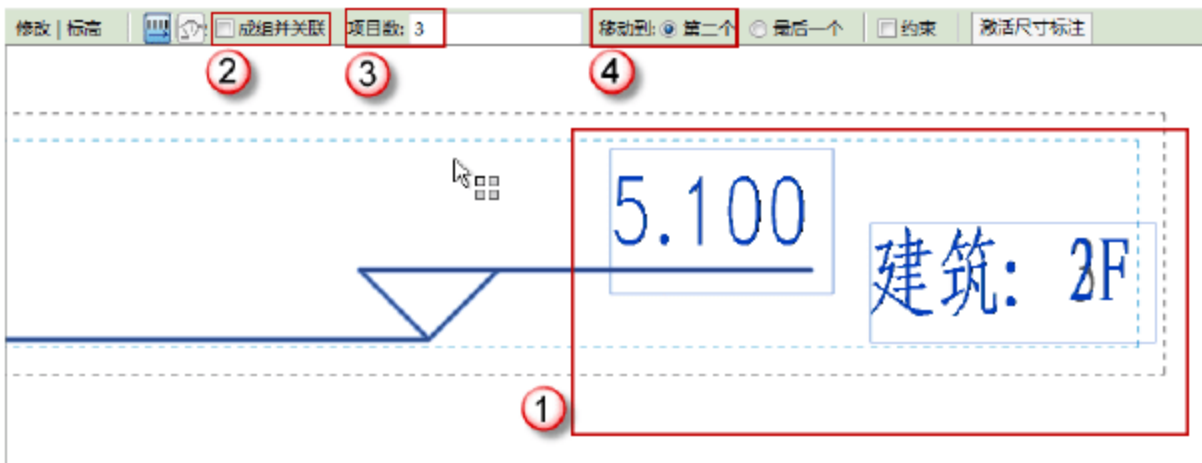
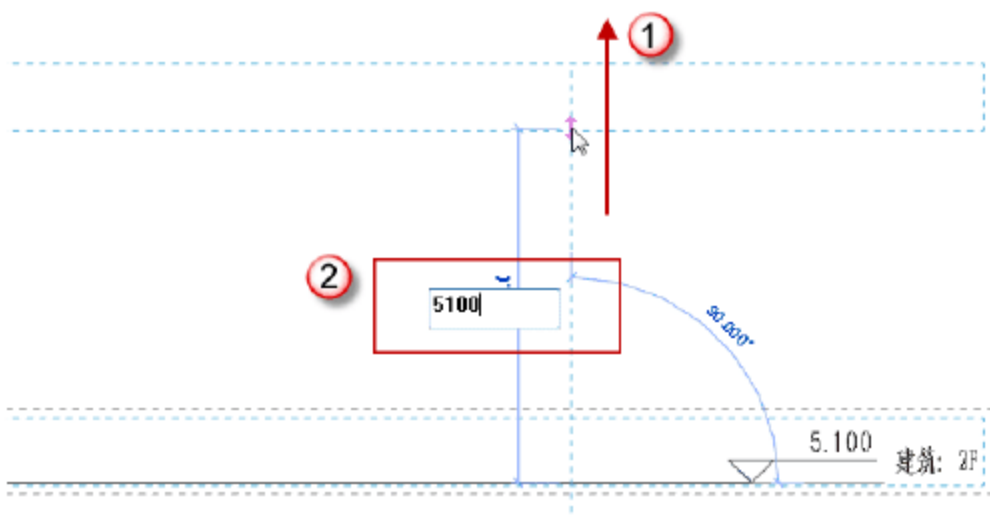
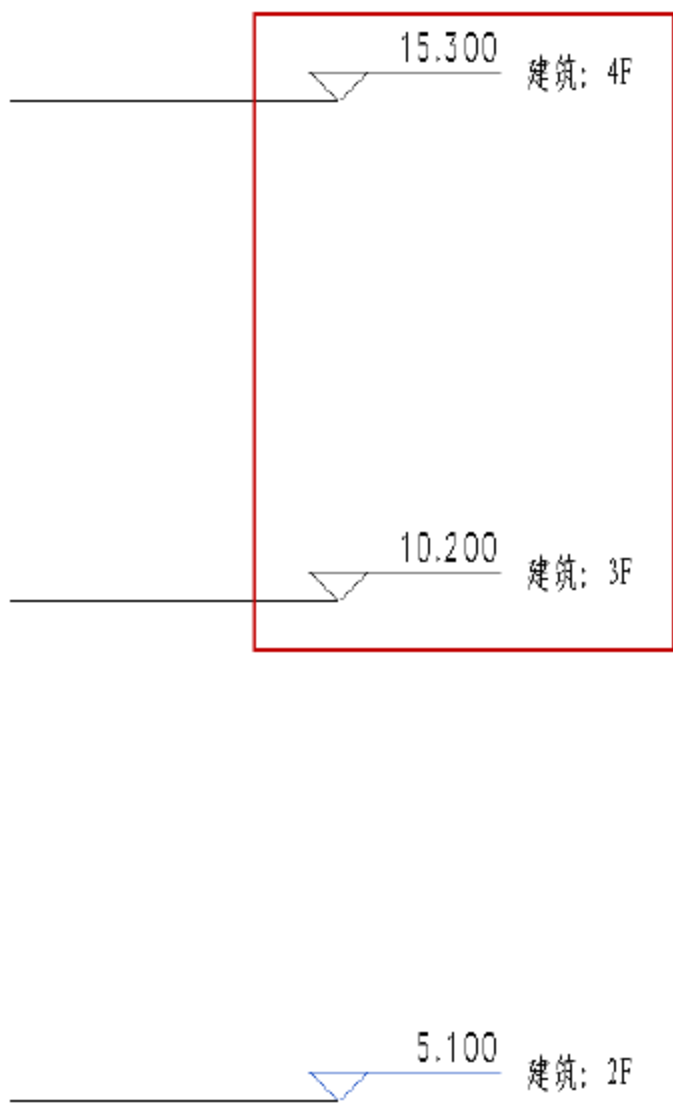

图 1.2.25 阵列标高
图 1.2.26 向上移动
图 1.2.27 生成 3F、4F 的楼层标高
(9) 阵列标高。选择已经建好的二层标高，按快捷键 A+R，取消选中“成组并关联”复选框，“项目数”设为 3，“移动到”选“第二个”选项，如图 1.2.25 所示。将光标向上移动，输入数值 5100，如图 1.2.26 所示。按 Enter 键，完成对标高的阵列，系统会以 5100mm 为间距，再生成两个楼层的标高，如图 1.2.27 所示。